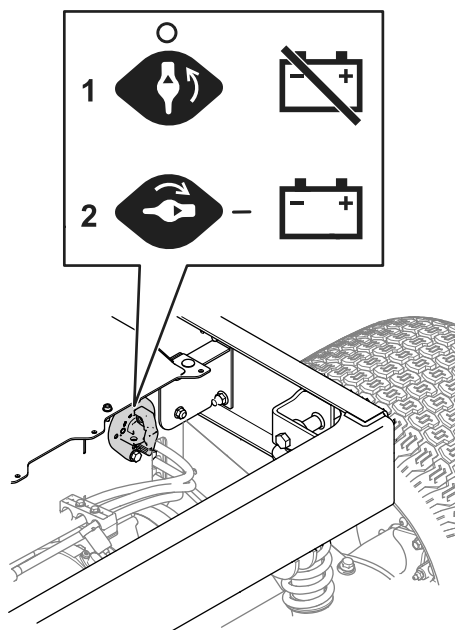

Figure 1
4. Tournez le coupe-batterie en position HORS TENSION (Figure 1).